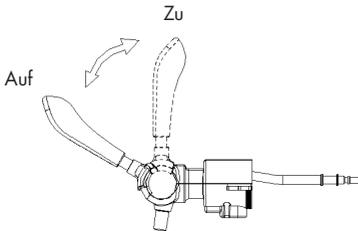

Abbildung 8
9. Stellen Sie den CO2-Druckregler in die Position „+“. Nun können Sie den Zapfhahn zum Zapfen von Bier verwenden. (Ziehen Sie den Zapfhahn-Griff nach vorne, um Bier herausfließen zu lassen, wie in Abbildung 8 dargestellt).